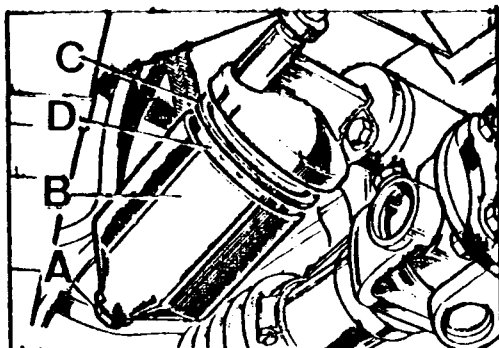

Fig. A3-24 Desmontaje del cartucho filtrante
- 1.2. Desenroscar el perno de fijación, A (Fig. A3-24), sacar el cuerpo del filtro, B, tirar el aceite existente en el cuerpo y el cartucho usado.
- 1.3. Desmontar la junta circular de caucho, C (Fig. A3-24).
- 2.1. Colocar en el interior del filtro un nuevo cartucho filtrante, D (Fig. A3-24). Instalar una nueva junta de caucho, C, en el encaje del soporte y fijar todo el conjunto con el perno, A.